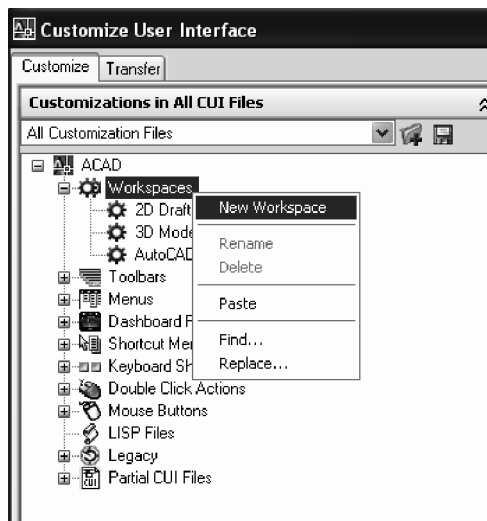

Fig. 3.9 Definirea unui nou spațiu de lucru
3. În aceeași secțiune, se execută clic cu butonul drept al mouse-ului pe articolul **Workspaces**. Se alege **New/Workspace** din Fig. 3.9. Un nou spațiu de lucru, cu numele **Workspace1**, apare în arborele **Workspaces**. Numele acestuia, de exemplu **My workspace**, se poate modifica pe loc.